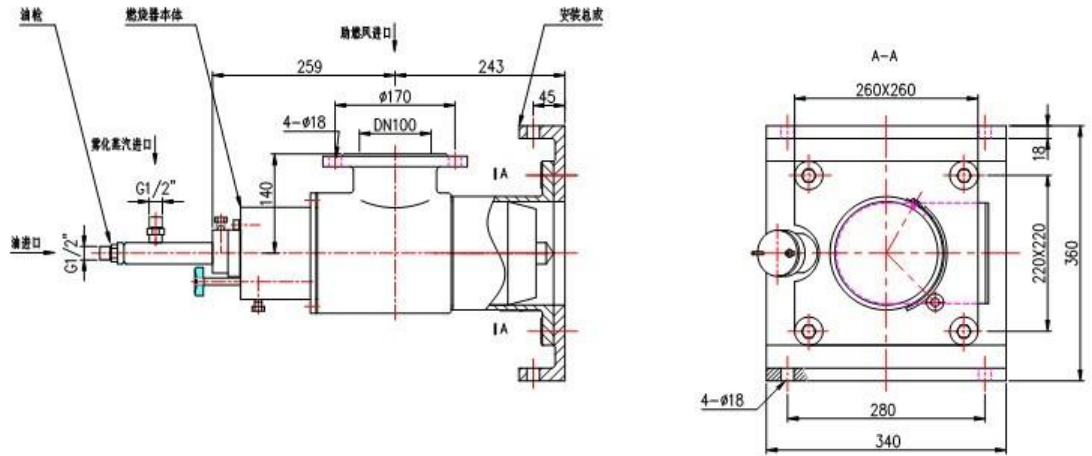

图 2、JDC-YJ100A 型燃烧器外形图及安装示意图
2. JDC-YJ100A 型技术性能参数：(外形安装图见图 2)